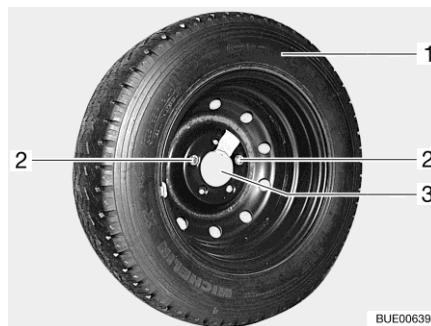

Fig. 305 Supporto per la ruota di scorta nel garage di coda
- Svitare e rimuovere entrambe le viti di fissaggio (Fig. 305,2) con la dotazione attrezzi.
- Rimuovere la ruota di scorta (Fig. 305,1) dal supporto (Fig. 305,3).